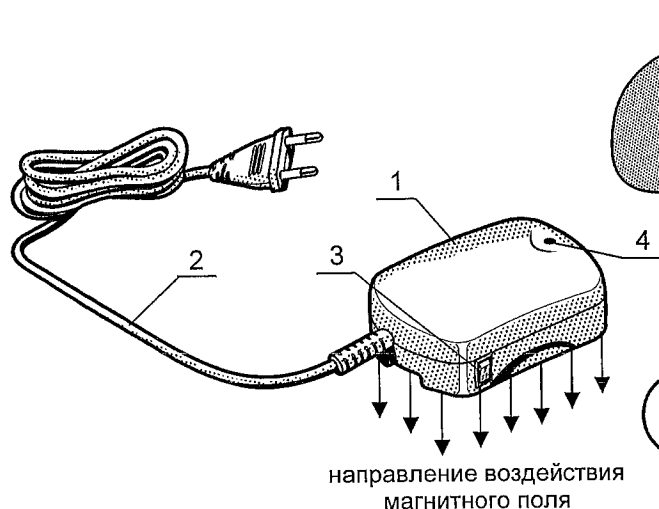
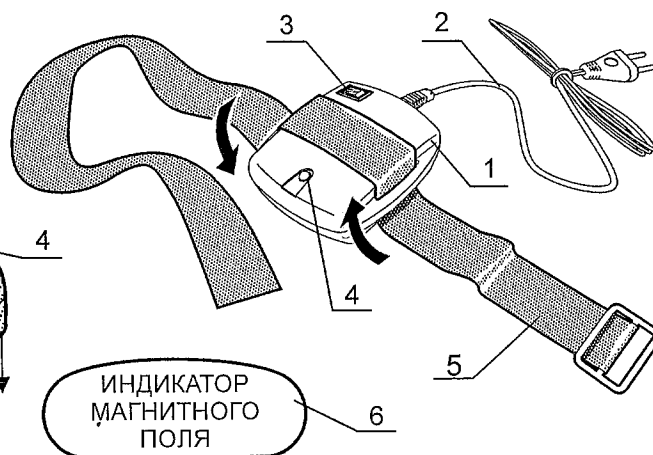

Рисунок 1
Рисунок 2
6.3 Рабочая часть аппарата (1) представляет собой корпус, выполненный из ударопрочной пластмассы. Для выбора вида воздействия (переменное или однонаправленное пульсирующее магнитное поле) аппарат АМТ-11 имеет переключатель (3), расположенный на боковой поверхности рабочей части (рисунок 1), а аппарат АМТ-12 – на верхней поверхности (рисунок 2).
|            |                |             |             |                | <p>- "А" - символ степени защиты рабочей части от поражения электрическим током типа В;</p> <p>- "□" - символ типа защиты класса II от поражения электрическим током (двойная изоляция, защитного заземления не требуется);</p> <p>- "20/20 min" – режим работы повторно-кратковременный: максимальное время работы 20 мин, минимальное время выключения 20 мин;</p> <p>- "230 V~" – номинальное значение напряжения питания;</p> <p>- "50 Hz" – номинальное значение частоты тока питания;</p> <p>- "30 VA" – номинальная мощность потребления;</p> <p>- "IP20" – код защиты корпуса от проникновения посторонних предметов и воды (корпус защищен от проникновения предметов диаметром более 1 мм и не имеет защиты от проникновения воды).</p> <p>Аппарат пломбируется в месте установки одного из крепёжных винтов.</p> <p>6 Устройство аппарата</p> <p>6.1 Внешний вид аппарата АМТ-11 представлен на рисунке 1, АМТ-12 – на рисунке 2.</p> <p>6.2 Изделие состоит из рабочей части аппарата (1) и несъемного шнура питания (2).</p> <p>6.3 Рабочая часть аппарата (1) представляет собой корпус, выполненный из ударопрочной пластмассы. Для выбора вида воздействия (переменное или однонаправленное пульсирующее магнитное поле) аппарат АМТ-11 имеет переключатель (3), расположенный на боковой поверхности рабочей части (рисунок 1), а аппарат АМТ-12 – на верхней поверхности (рисунок 2).</p> |